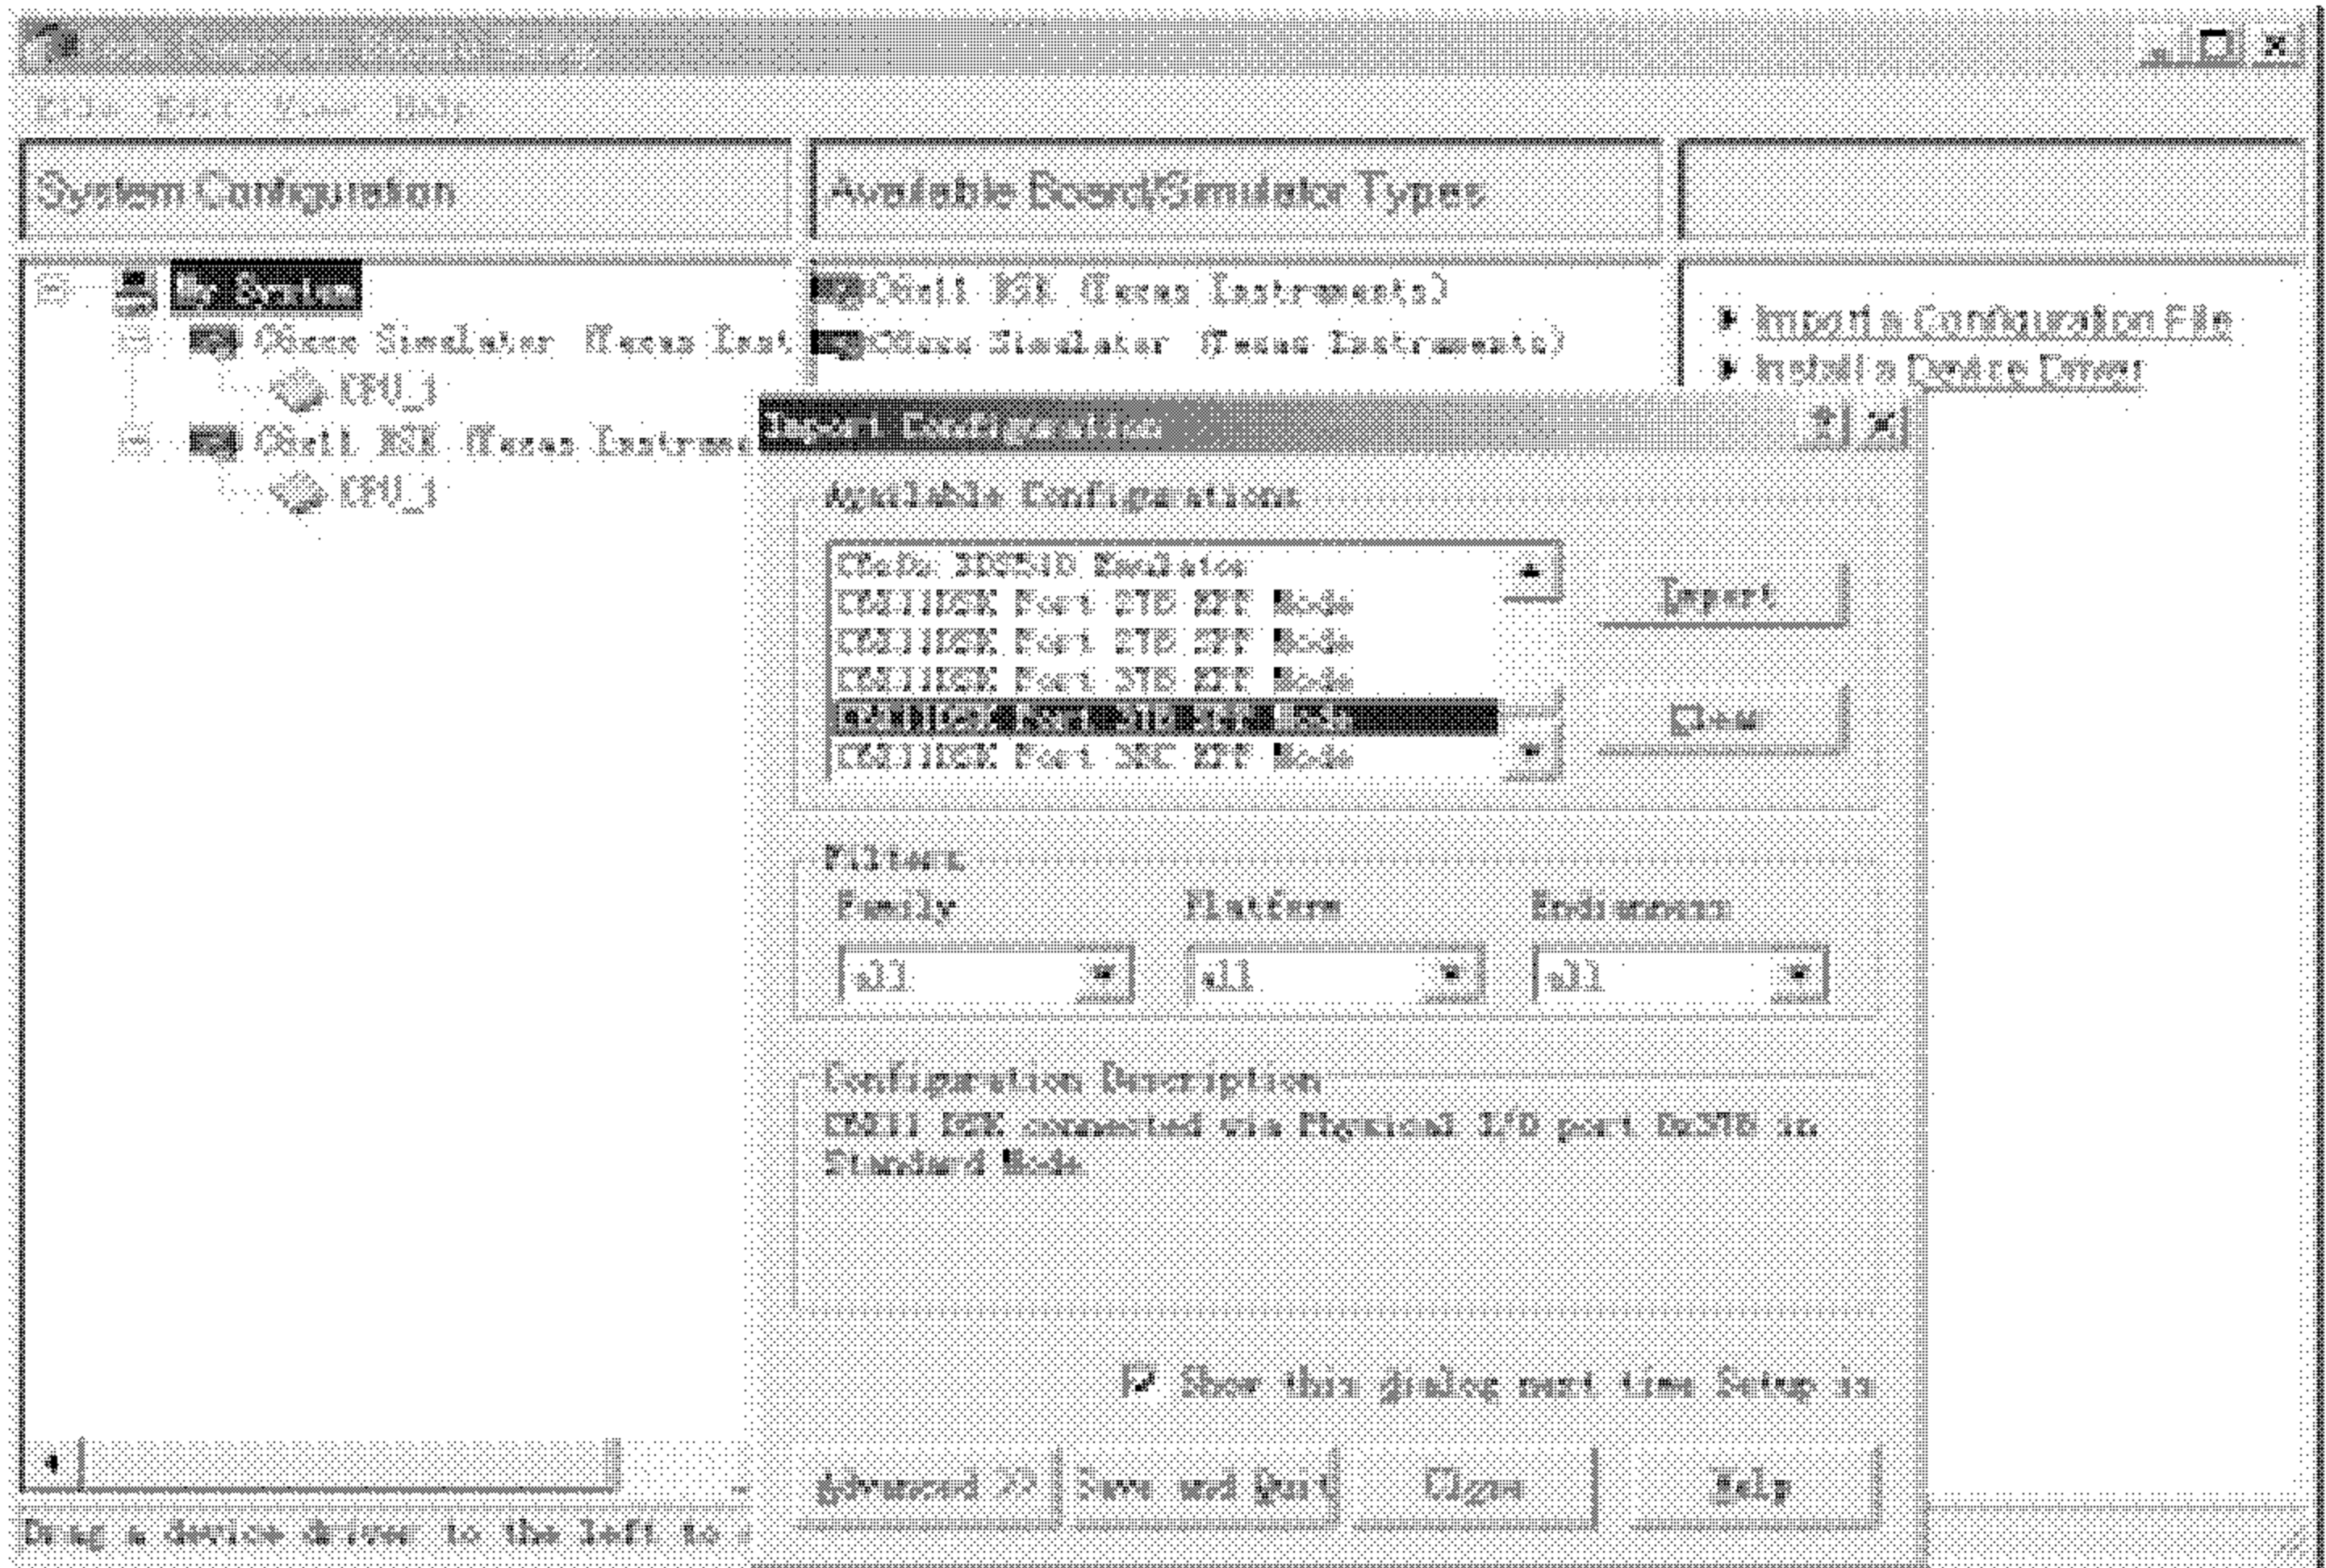

图 3.3 CCS 配置窗口
(1) 双击桌面上的 Setup CCS 图标(或从 Start 菜单中选择)，打开 CCS 配置窗口，如图 3.3 所示。
(2) 选择 **File**→**Import**，打开 **Import Configuration** 对话框。此对话框的 **Available Configurations** 列表中列出了 CCS 提供的所有标准配置。
(3) 点击 **Import Configuration** 对话框的 **Clear** 按钮，清除掉先前定义的配置文件，在弹出的确认对话框中点击 **Yes**，确认删除先前定义的配置文件。
(4) 在 **Import Configuration** 对话框的 **Available Configurations** 列表中选择满足用户系统的标准配置文件，在对话框的 **Configuration Description** 区域会显示对所选配置文件的描述。例如图 3.3 的 **Import Configurations** 对话框中选择了 **C6X11DSK Port 378 SPP Mode** 标准配置。